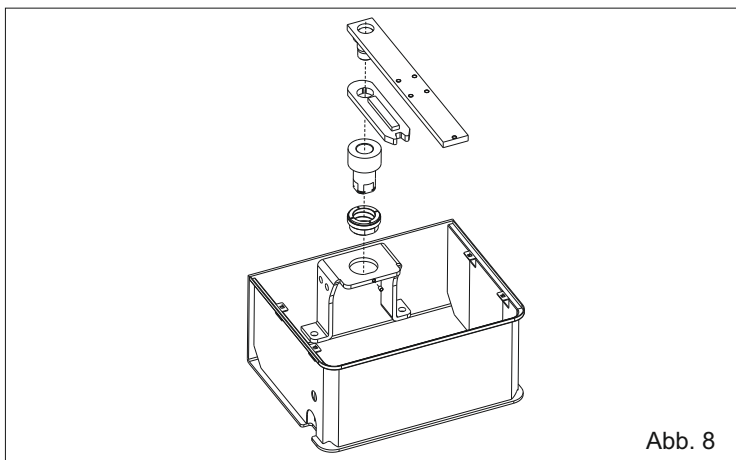

Abb. 8
2.4. Die Buchse in das Gehäuse einsetzen und mit der dafür vorgesehenen Schraube befestigen (Abb. 8).
2.5. Alle Teile wie in Abb. 8 montieren.